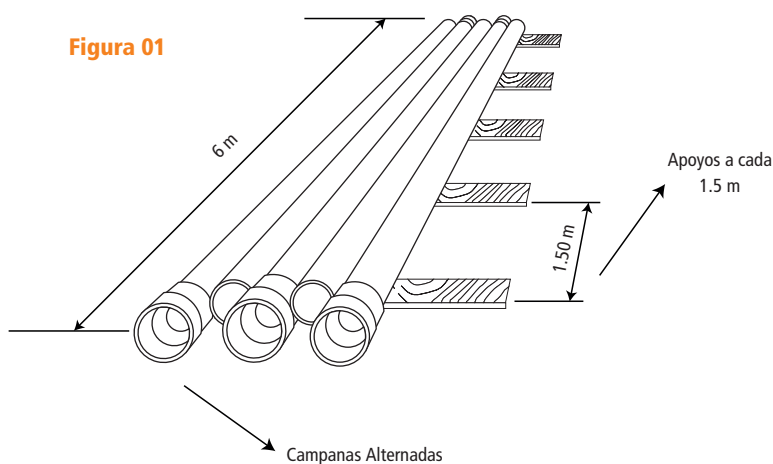

Figura 01
- Se debe colocar apoyos cada 1.5 metros a los largo de la primera cama de las tuberías, como se observa en la (figura 01).